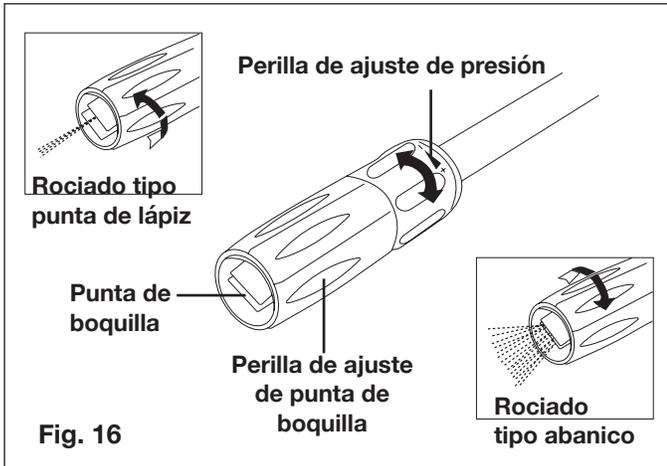

Fig. 16
2. La presión del agua puede ser ajustada de baja (-) a alta (+) girando la perilla de ajuste de presión. La punta de la boquilla puede ser ajustada de rociado punta de lápiz (punta angosta) hasta rociado abanico (punta abierta) girando la perilla de ajuste de punta de boquilla (Fig. 16).
1. Configure la boquilla ajustable a la configuración de rociado de abanico (Fig. 16).